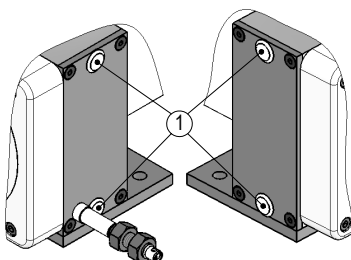

Abb. 5: Belüftungsöffnungen
Falls erforderlich, kann das Seilzuggebergewehäuse mittels vier Verschlussstopfen ① belüftet werden (siehe **Abb. 5**). Durch das Entfernen der Verschlussstopfen ① kann eindringendes Wasser (Feuchtigkeit) abfließen.